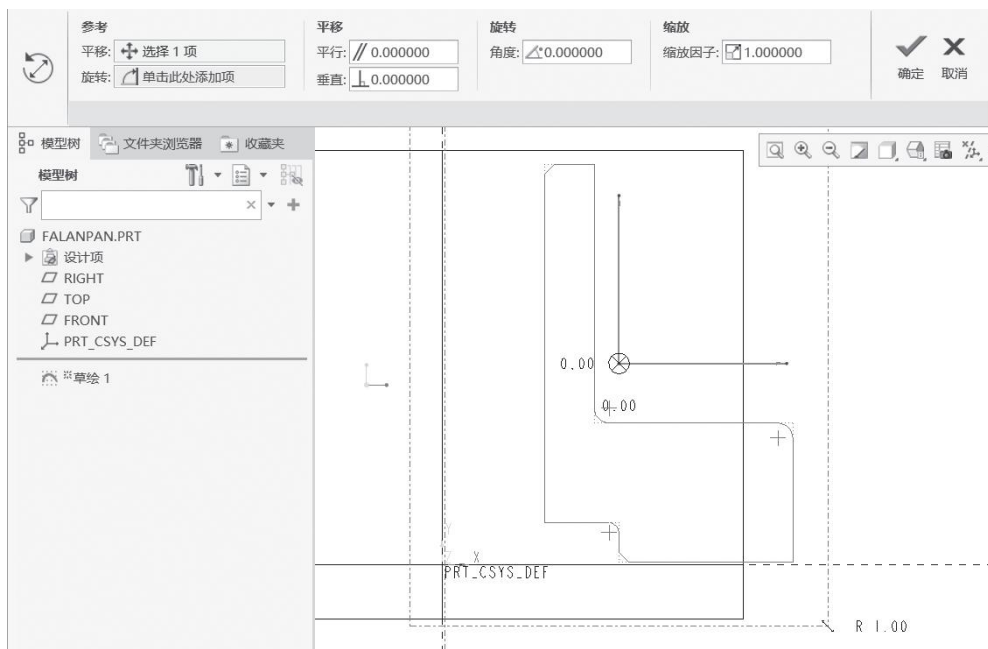

图 2-1-12 粘贴草图
(4) 单击“基准”工具栏中的草绘工具, 进入“草绘”环境, 在弹出的“草绘”菜单中单击“FRONT”基准面作为草绘平面。按“Ctrl+V”组合键进行粘贴, 修改位置坐标, 修改比例大小为 1, 如图 2-1-12 所示。